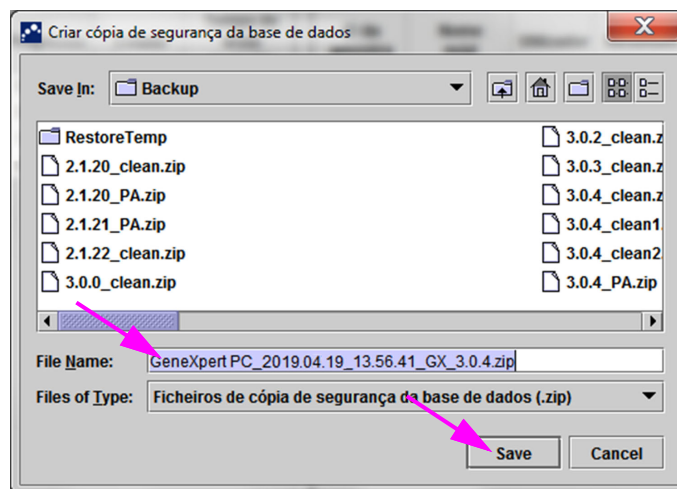

Figura 5-74. Nomenclatura dos ficheiros de cópia de segurança
3. Localize e seleccione a pasta onde pretende armazenar o ficheiro da cópia de segurança, introduza um nome para o ficheiro (ou utilize o nome de ficheiro predefinido) e, em seguida, clique em **Guardar**. O processo de cópia de segurança cria um ficheiro .zip na localização que tiver especificado (consulte a figura 5-74).